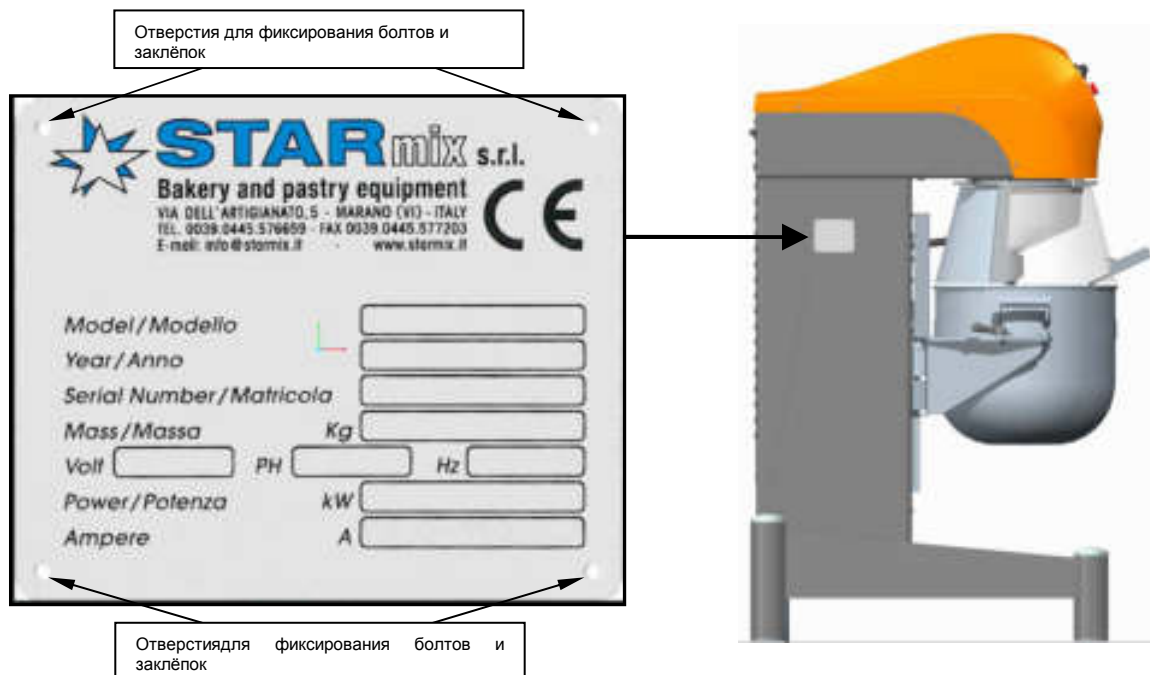
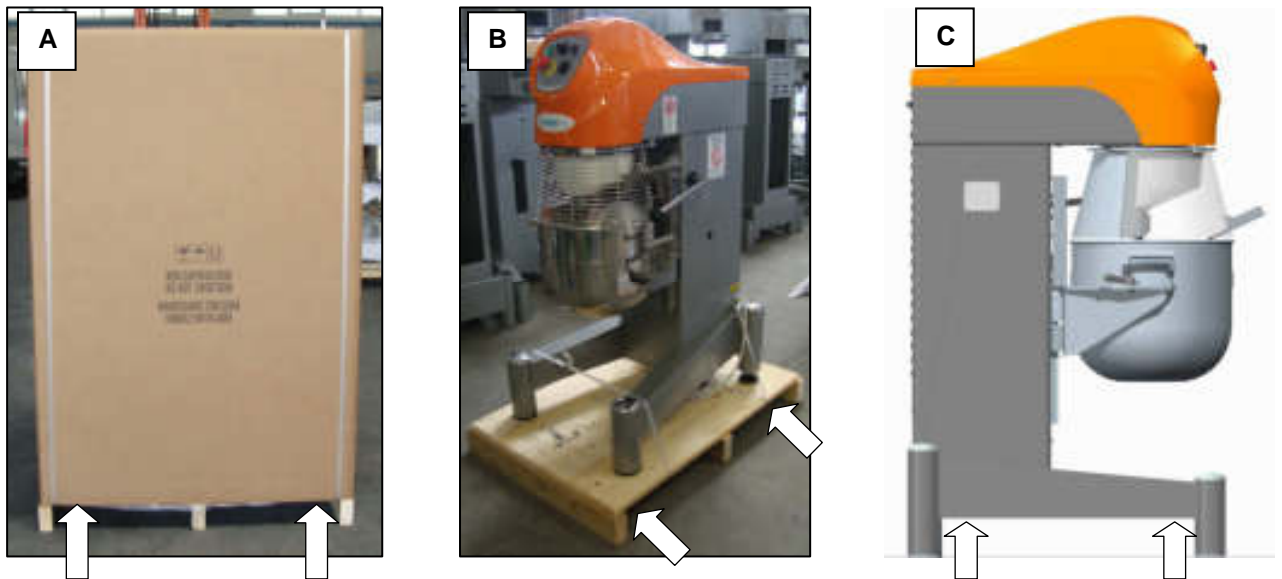
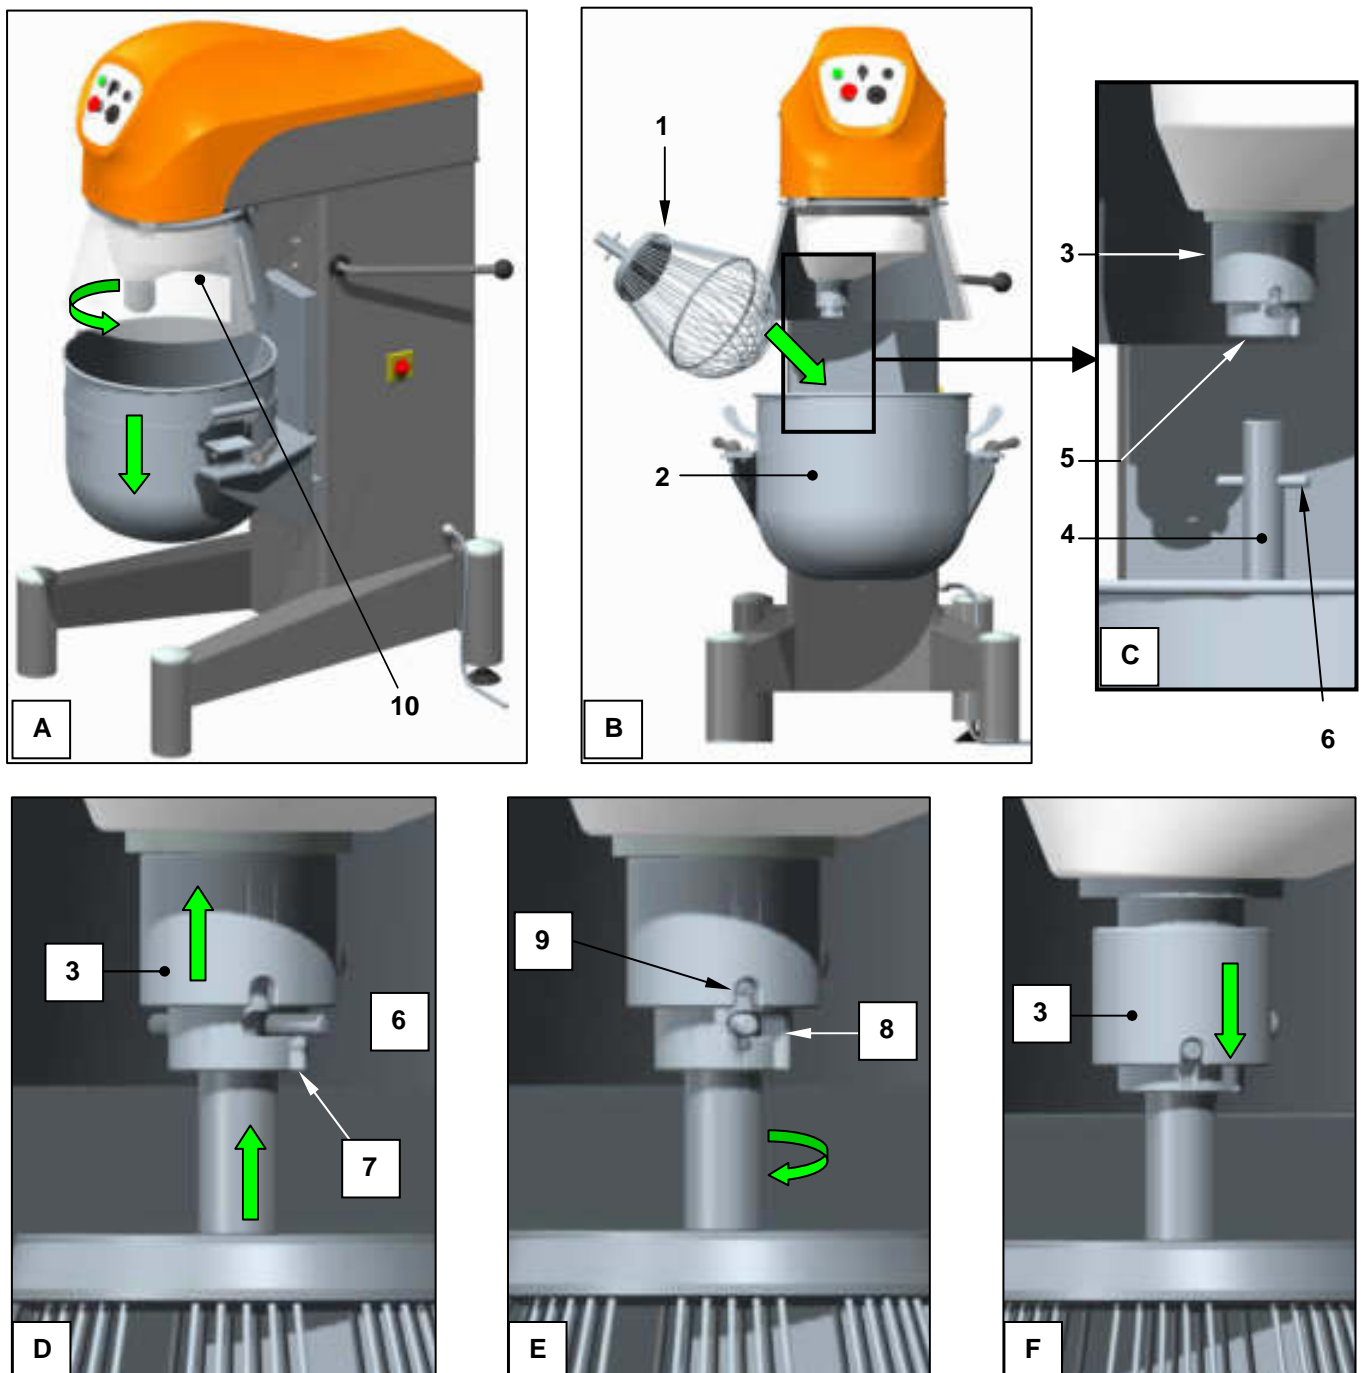

Рисунок 10 – Идентификационная табличка и её расположение
Рисунок 11- Поднятие и перемещение оборудования с помощью автопогрузчика
Рисунок 13- Установка насадки для замеса теста
Табличка, на Рисунок 10, на которой изображены нестираемые надписи (шелкографические и штампованные), маркировка ЕС, информация о производителе, серийный номер, год выпуска, вес, данные об электрических соединениях, плотно прикреплена к оборудованию (с помощью болтов и заклёпок) в месте, изображённом на рисунке.
- без обволакивающих материалов, в коробках из толстого картона, зафиксированного на паллетах (Рисунок 11/А)
- (по морю) в герметичном пакете и коробках из толстого картона, зафиксированном на паллетах (Рисунок 11/А)
- без обволакивающих материалов, в коробках из толстого картона, зафиксированного на паллетах (Рисунок 11/В)
Для перемещения оборудования вставить вилы автопогрузчика с противоположной стороны от общего выключателя оборудования, с внутренней части опорных пунктов основы, на которой стоит оборудование и как можно ближе к ним самим, как изображено на Рисунок 11/С.
Посмотрите Рисунок 13 для установки насадок на оборудование.1 (операция более доступна при отсутствии дежи, рис.2);
- при присутствии дежи во время операции, полностью опустить её):- открыть полностью защитную крышку дежи рис.10 и вставить насадку рис.1 в дежу рис.2 (фото А – В), поднять зажим рис.3, вставить вал рис.4 насадки в гнездо рис.5, штифт должен плотно войти в отверстие рис.7 (фото С – D);
Ссылаясь на Рисунок 13, для демонтажа насадки (операция более доступна при отсутствии дежи, рис. 2; при наличии дежи во время операции, необходимо опустить её до упора):
- открыть полностью зажимы рис.10, предохраняющие зону замеса
- поднять задвижку рис.9 и повернуть её на 90° таким образом, чтобы она оставалась поднятой, как изображено на детали С, вставить вал рис.19 скребка рис.11 в крепление рис.2, таким образом, чтобы штифт рис.12 вошёл в отверстие рис.7; после того, как штифт рис.12 зафиксируется в верхней позиции, повернуть вал рис.10 против часовой стрелки (вид сверху) до упора рис.12 (см. детали D – E – F); поднять задвижку рис.9 и повернуть её назад на 90°, отпустить её, убедившись, что она плотно вошла в отверстие рис.13 (в противном случае достаточно слегка повернуть вал скребка до щелчка задвижки); установить дежу (раз.3.6), переместить её в рабочую позицию и убедиться, что скребок равномерно касается внутренних стенок дежи.
задняя пластина рис.9, должна войти в отверстие рис.10,
- открыть зажимы рис.3, - зафиксировать захваты рукой рис.4 и слегка дежу рис.1 для того, чтобы освободить крылья рис.6 из выступов рис.7 и переместить дежу к себе до полного выхода задней пластины рис.9 из отверстия рис.10